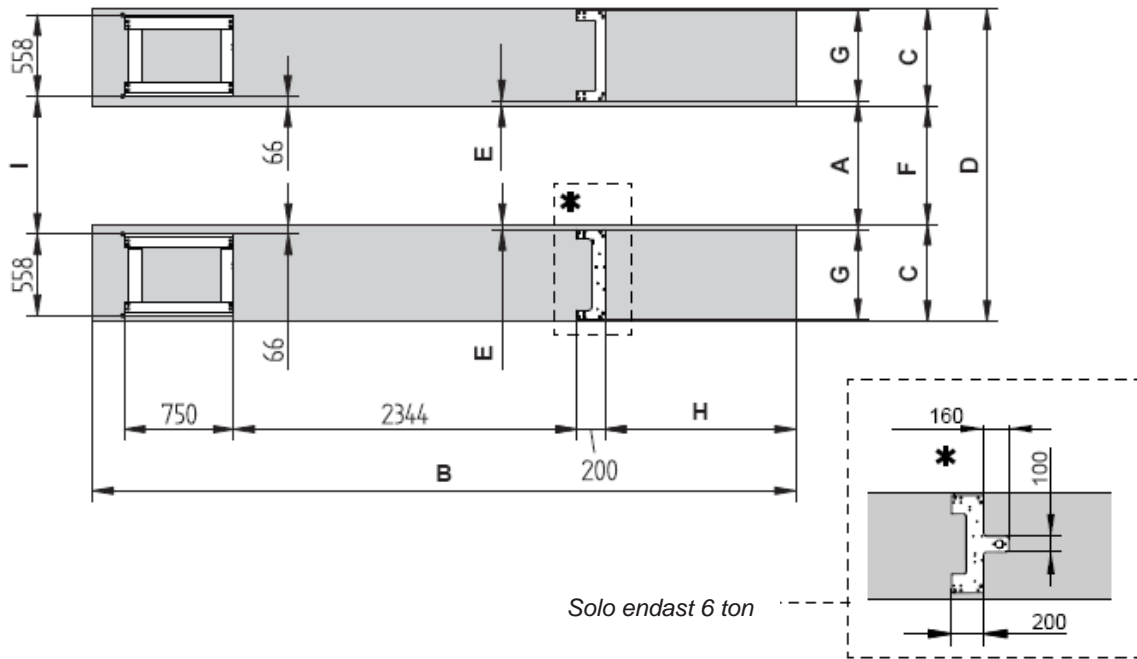

Fig. 20
- Se till att plattformarna är parallella med varandra, kvadratiska och har ett inre mellanlägg mellan skenans kanter på A (fig. 20). Om inte, justera baserna med bibehållen riktning och längsgående avstånd.
- Flytta ner plattformarna till marken och kontrollera att det inre avståndet är A (Fig. 20) .
- Kontrollera planheten för stödplattorna (1) och (2).
- Använd vid behov justeringskruvarna (3) och tillhandahåll lämpliga mellanlägg för plattorna (1) och (2).
- Efter justeringen, dra åt skruvarnas (4) låsmuttrar (3).